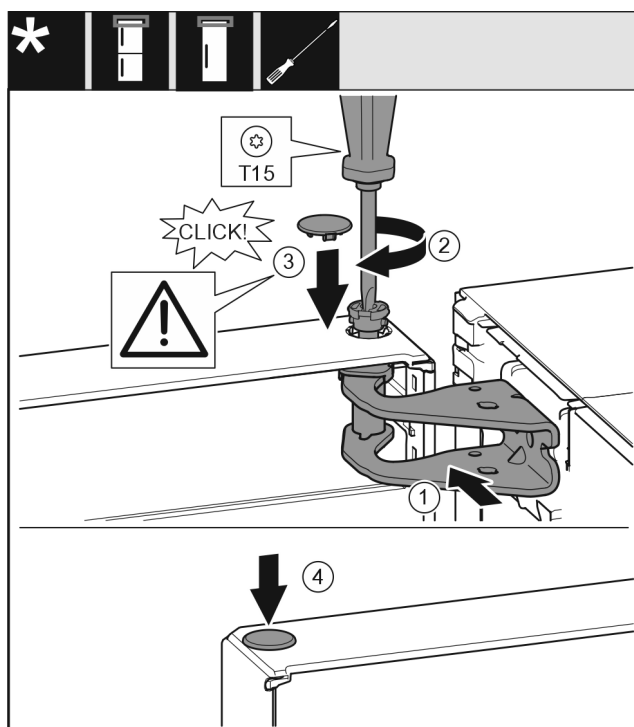

Fig. 21
- Deur boven naar de opening in het lagerbok Fig. 21 (1) uitlijnen.
- Bouten Fig. 21 (2) insteken en met een schroevendraaier vastschroeven.
- Afdekking Fig. 21 (3) plaatsen.
- Controleer of de afdekking Fig. 21 (3) tegen de deur ligt.
- Afdekking Fig. 21 (4) plaatsen.